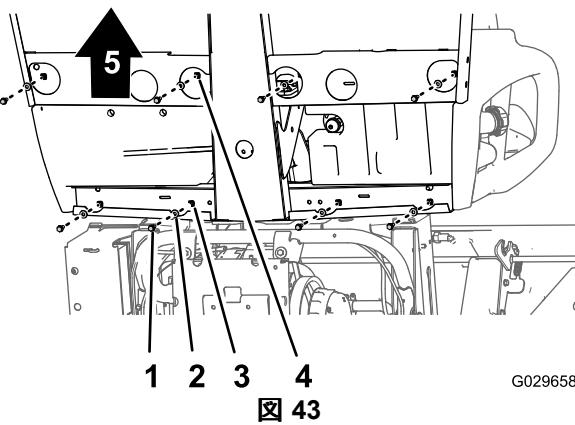
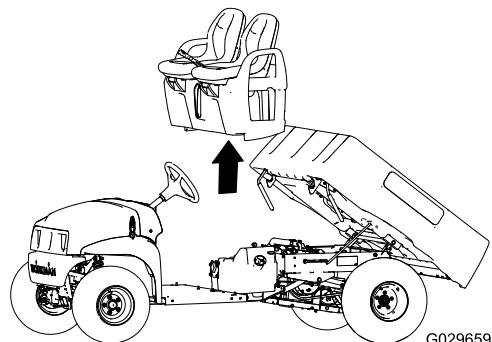

図43
図44
- 車両の下側で、座席ベースをフロアプレートと後キャブチャネル材に固定しているフランジヘッドボルト8本とワッシャ8枚を外す図43。
- 機体から、座席、座席ベース、駐車ブレーキケーブルを注意深く吊り上げる図43。
- 座席と座席ベースを機体上に降ろしてブレーキケーブルをシャーシに沿って配置する図 43 と図 44。
- 座席ベースについている穴を、フロアプレートの穴と後キャブチャネルの穴に合わせる図 43 と図 44。